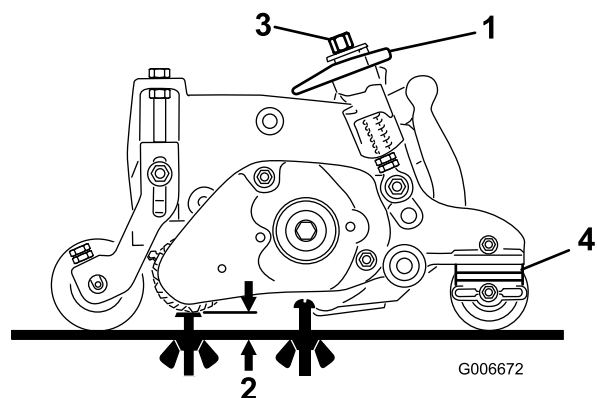

Figura 46
1. Certifique-se de que o rastelo está definido para a altura de aparo desejada (ADA) (Figura 46).